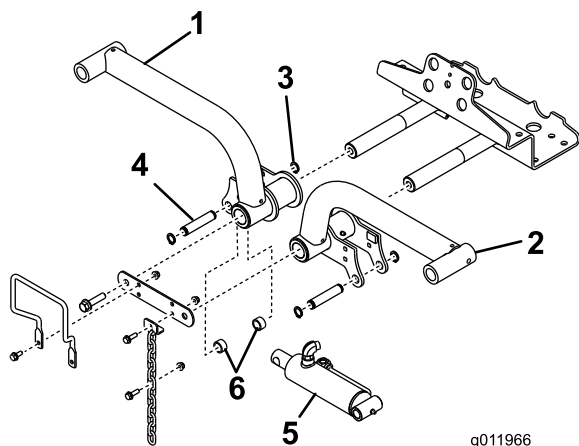

図 15
- 左右の昇降アームをそれぞれピボット・シャフト (図 15) に差し込み、保管しておいたピボット・シャフト・リンクとキャップスクリュを取り付けて固定する。
- 昇降シリンダの右端を右昇降アームに連結する(ピン 1 本とスペーサ 2 個)(図 15)。リテーナ・リングで固定する。